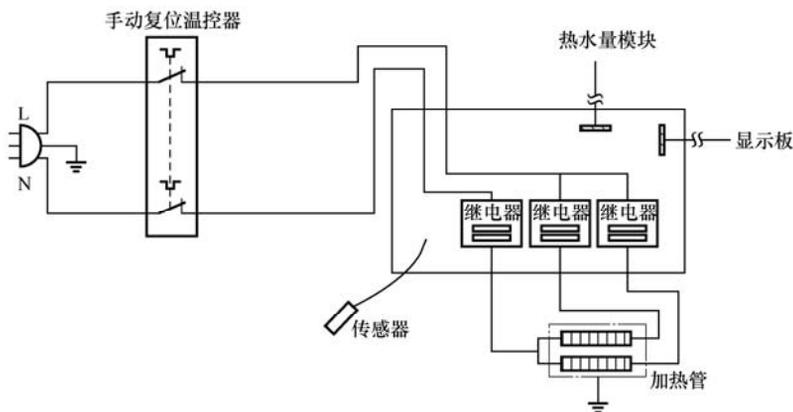

图 5-78 海尔 ES100H-B1 (XE) 型电热水器电气原理图
【要点点拨】海尔 ES100H-B1 (XE) 型电热水器电气原理图如图 5-78 所示。